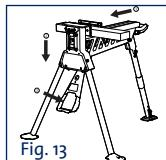

Fig. 13
1. Placez la pièce à travailler contre la mâchoire avant fixe (1). Faites glisser la mâchoire de serrage (1) vers le haut contre la pièce à travailler. La mâchoire de serrage peut être déplacée à la main ou en utilisant la pédale à pied.
2. Glissez la manette de Verrouillage/Déverrouillage vers le bas pour enclencher le verrou. Appuyez sur la pédale à pied pour serrer la pièce. Voir Fig. 13.